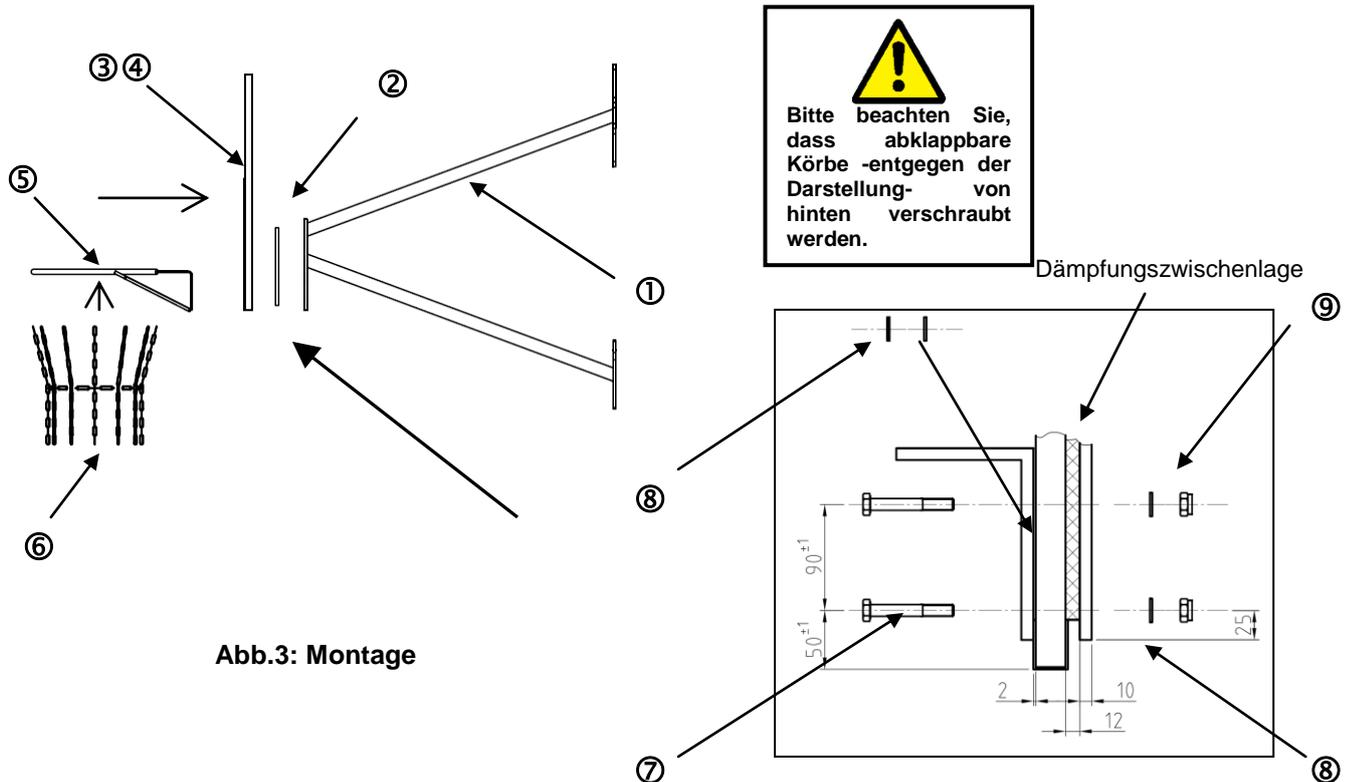

Abb.3: Montage
Das Basketballbrett (3 oder 4) und Korb (5a; 5b) entsprechend der Abbildung 3 mit Maschinenschrauben 10 x 70 anschrauben. Dabei ist die Dämpfungszwischenlage (2) als Dämmung zwischen der Schraubplatte (fest am Wandgerüst) und dem Basketballbrett vorgesehen. Die mitgelieferten Unterlegscheiben als Ausgleich ebenfalls wie in Abbildung 3 angegeben zwischen Korb und Brett einfügen.